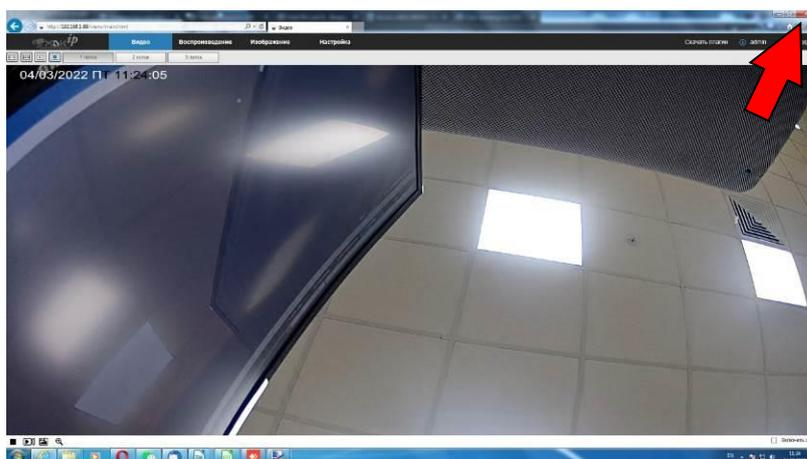

Рисунок 26
3.17. Закрыть окно WEB-интерфейса (рисунок 26).